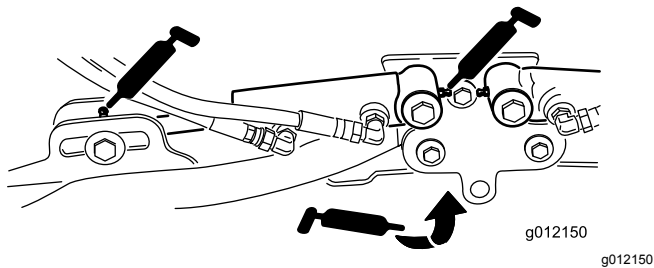

Figura 65
- Cilindri del braccio di sollevamento dell'apparato di taglio (2 cad.) (Figura 65)
- Perni del braccio di sollevamento (1 cad.) (Figura 65)